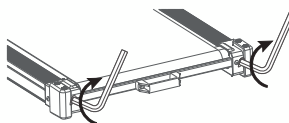

Figura 3
2.utilizando una herramienta hexagonal, gire los dos tornillos de rodillo de retorno en el sentido de las agujas del reloj por medio giro (véase la figura 3).